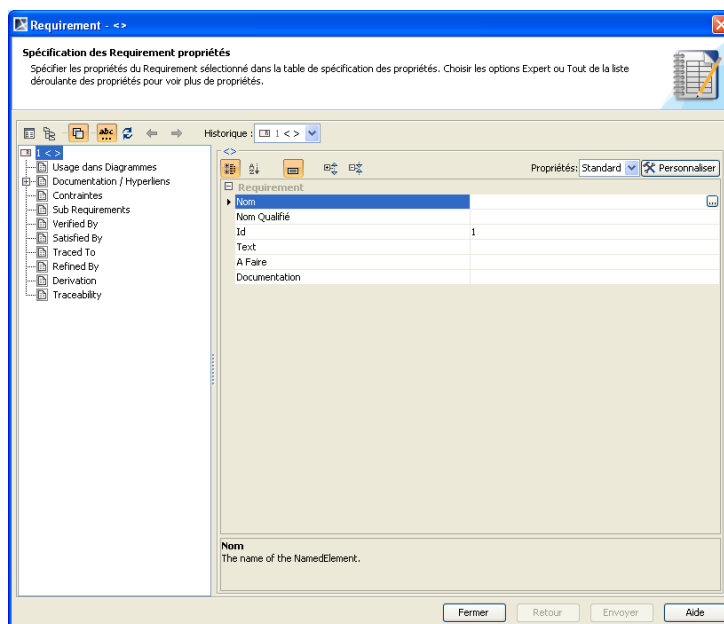

Figure 7 Saisie des informations du diagramme
- Après avoir déposé le **Requirement** sur la feuille blanche effectuer un click droit sur le rectangle choisir **Spécifications** pour ouvrir le menu contextuel de la figure 7